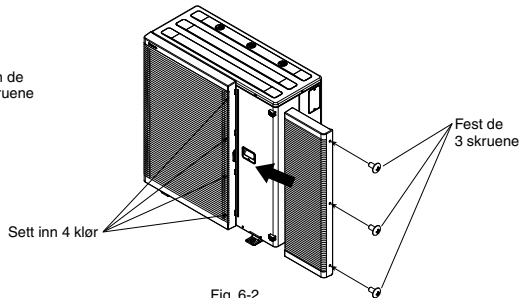

Fig. 6-2
2. Sett inn 4 klør i utslippsgrillen (høyre side)  og fest de 3 skruene. (Fig. 6-2)